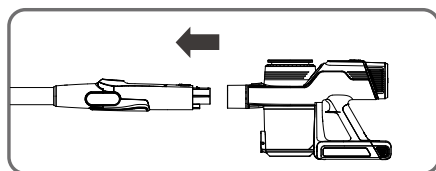

Рисунок 2
- Чтобы снять штангу, удерживая основной блок одной рукой, нажмите на кнопку фиксации и другой рукой потяните штангу (рисунок 2).